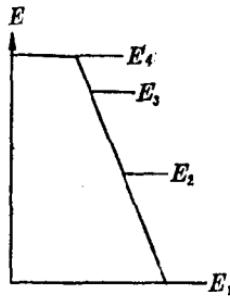

图 4 电子的能级
(1) 电子在原子内不能任意“乱跑”，它们的能量也不能有任意的值。这就是说，电子的运动是受到限制的，它只能处在某些特定的状态，对应的有特定的能量。如果把电子的能量 E 按大小从下往上排列，就形成一个能量的“阶梯” E_1, E_2, E_3, \dots ，如图 4 所示，称为能级。电子可以处在任一能级上，但决不会出现在二个能级之间，因此它必须具有某一确定的能量 E 。